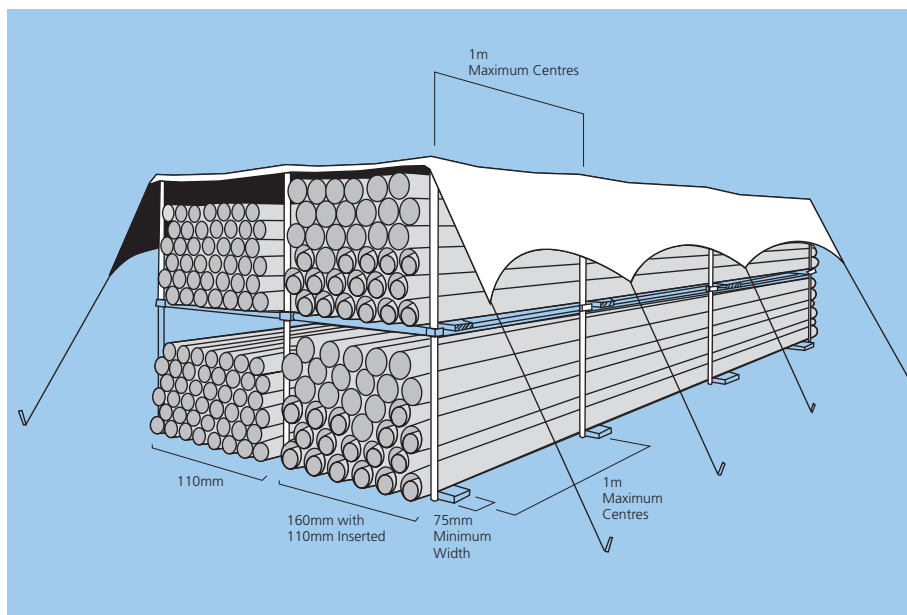

Рис. 6
- Обеспечить опору по бокам с помощью батенсов шириной 75 мм на расстоянии 1 м (см. Рис.6).